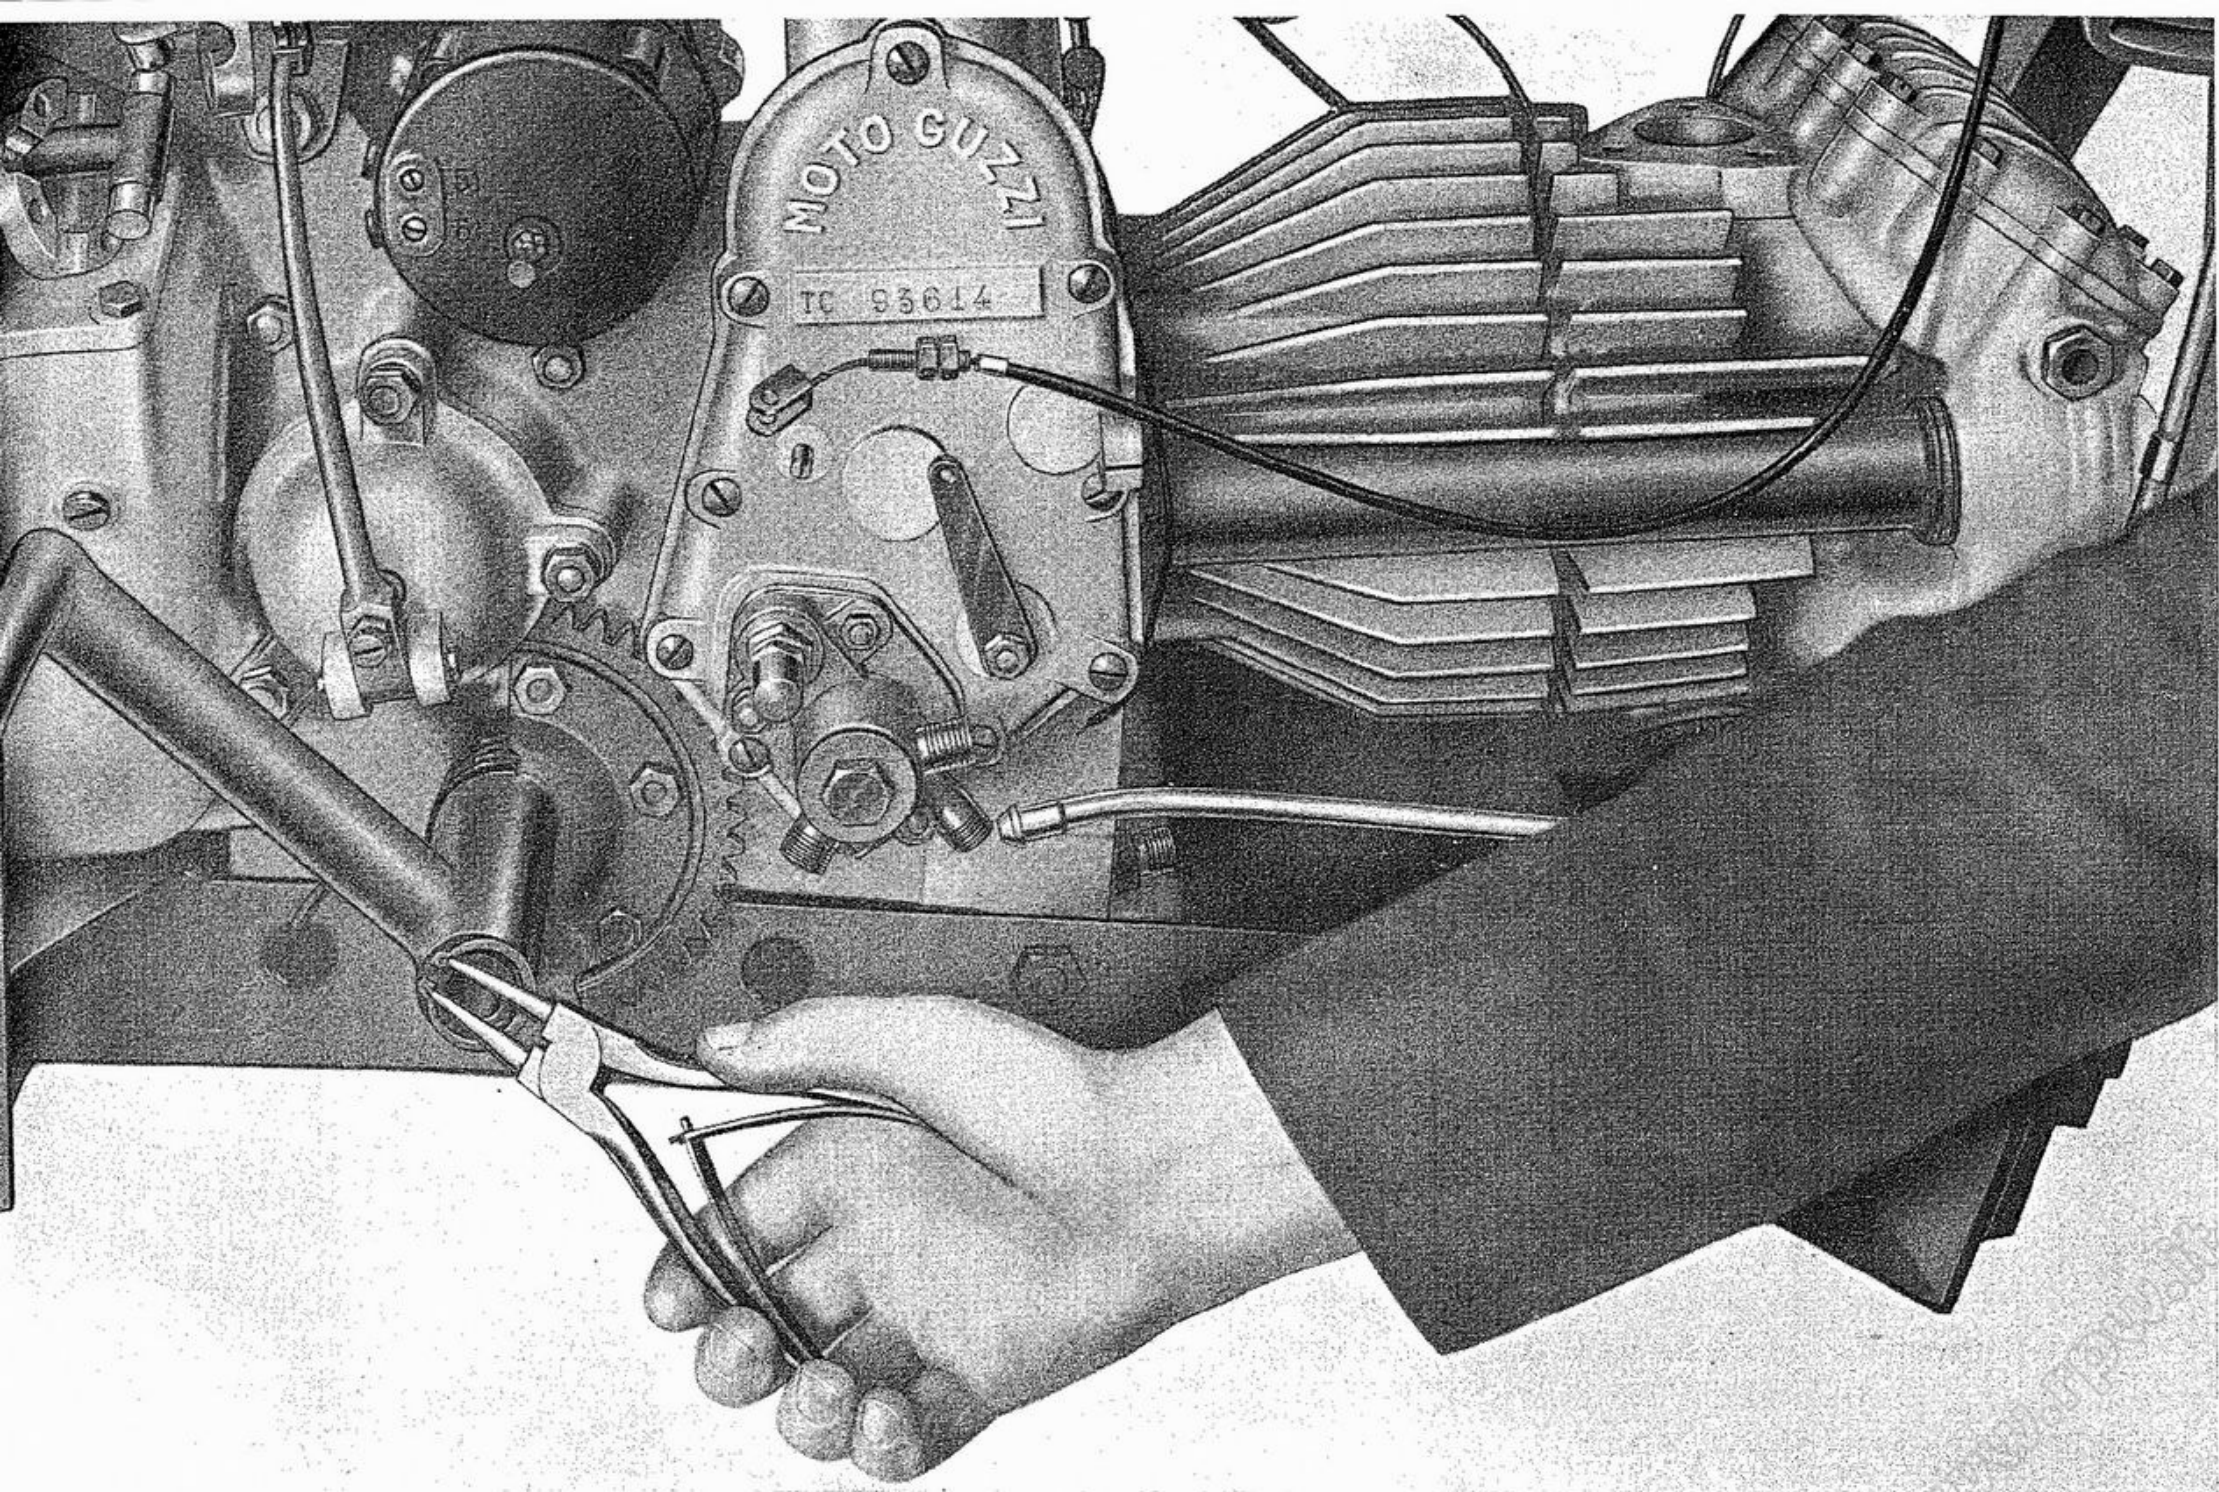

Fig. 6 - Come si smonta la pedivella per messa in moto
- la pedivella per messa in moto estraendo l'anello seeger che la tiene fissata sulla parte esterna (vedere fig. 6);